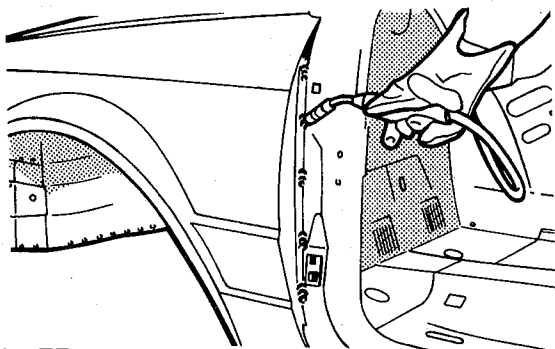

fig. 75
8. Soldar, com solda MIG ou a latão, o pára-lama à coluna "A" (fig. 75)